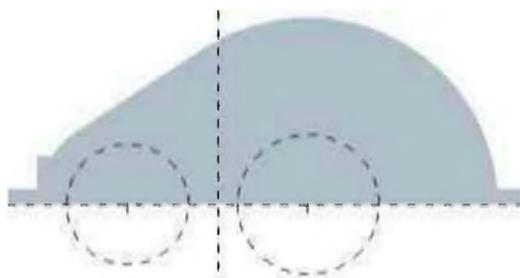

图 2-28
2) 调整视图方向，选择“草绘”|“参照”，选取图 2-28 所示的线为参照，然后单击“草绘方向”按钮 ，使草绘平面与屏幕平行。